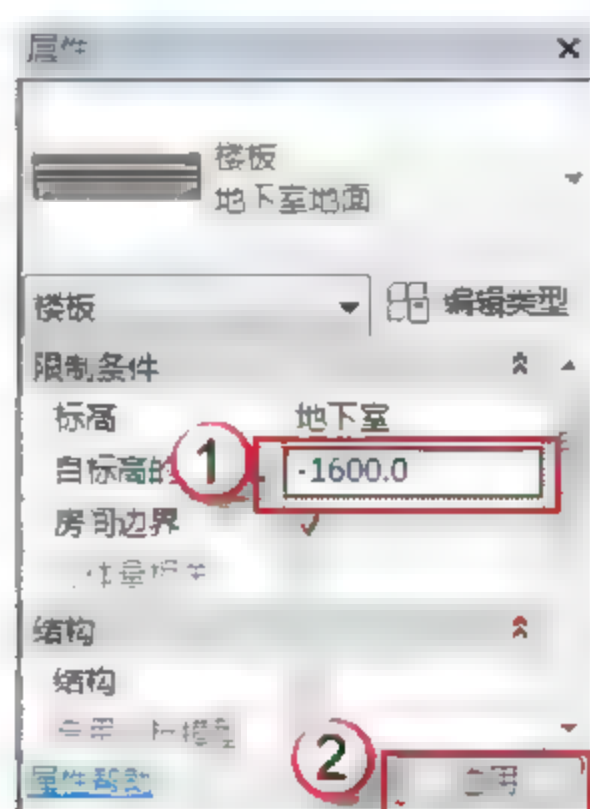

图 9.2.31 设置排水井地面属性
(9) 设置“2500×1500×1600 排水井”的属性。在“属性”面板中选择“楼板：地下室地面”，在“自标高的高度偏移”中输入“1600”字样，单击“应用”按钮，如图 9.2.31 所示。